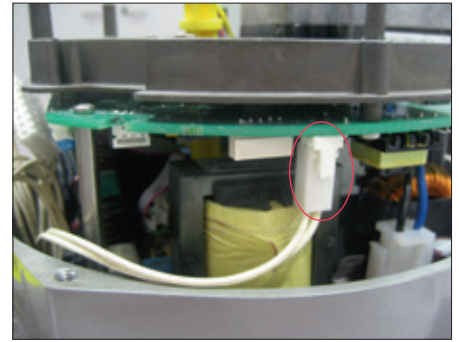

Abb. 18
- Ziehen Sie das 2-polige Verbindungskabel vom Stecker J1A der Logikkarte ab (Abbildung 18).